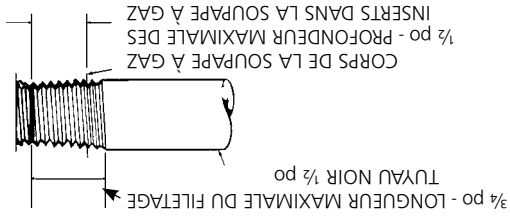

Figure 2. Exigences de la connexion de la soupape à gaz
- Les filets mâles sur la conduite qui doit être installée dans la soupape de gaz doivent répondre aux exigences de la figure 2. Des filets plus longs que ceux apparaissant dans la figure peuvent provoquer une distorsion ou une défaillance de la soupape à gaz.
<p>REMARQUE</p> <p>Le liant à joint d'étanchéité utilisé lors de l'assemblage de l'appareil de chauffage émet temporairement une odeur et/ou des vapeurs. Cette condition disparaît en 20 minutes approximativement et par conséquent ne se reproduit plus par la suite. Consultez le chapitre 9 sur la ventilation.</p>	<p>AVERTISSEMENT : ⚠ Si le système de chauffage s'éteint, ne le rallumez pas tant qu'il n'y a pas d'air frais. Si le système de chauffage n'arrête pas de s'éteindre, faites-le réparer. Gardez le brûleur et la zone de commande propres. Ouvrez la porte pendant 5 minutes.</p> <p>Respectez les distances comme l'indique la figure 2 ou la plaque signalétique du système.</p> <ul style="list-style-type: none"> <li>NE JAMAIS UTILISER D'ALLUMETTE, NI AUCUN AUTRE TYPE DE FLAMME POUR EFFECTUER UN ESSAI DE FUITE.</li> <li>NE JAMAIS DÉPASSER 1/2 LB/POUCE CARRE (PSI) DE PRESSION D'ADMISSION AU SYSTÈME.</li> </ul>